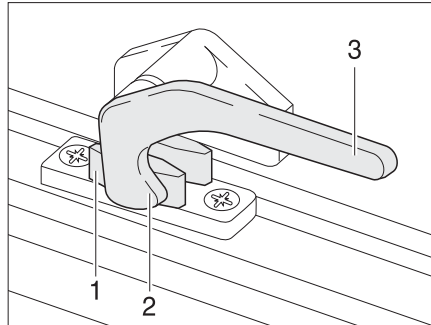

Fig. 13 Leva di serraggio in posizione "chiuso"
- Ruotare la leva di serraggio (Fig. 13,3) di un quarto di giro verso il centro della finestra.
- Ruotare la leva di serraggio (Fig. 13,3) di un quarto di giro verso il telaio della finestra. Il nasello di chiusura (Fig. 13,2) si trova sul lato interno della chiusura della finestra (Fig. 13,1).